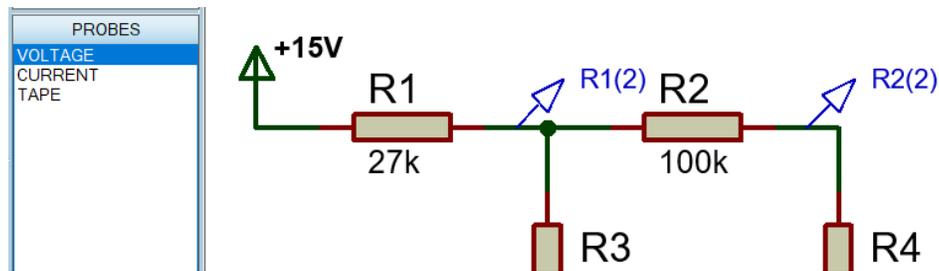

Figura 1.7. Sondas para la medición de voltaje de CD.
- Agregue los elementos llamados "Voltaje Probe" (Sonda de Voltaje), que se encuentran en la barra de herramientas en el botón "ProbeMode" . En la figura 1.7 se muestra la forma de colocar las puntas de voltaje para realizar una medición de voltaje de CD.